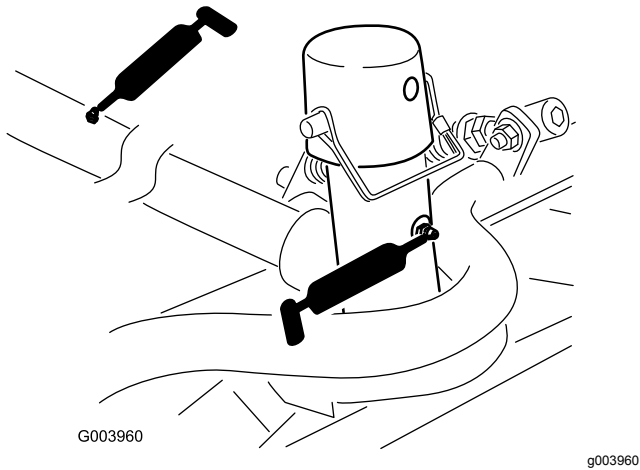

Figura 66
- Telaio portante e perno dell'apparato di taglio (2 cad.) (Figura 66)